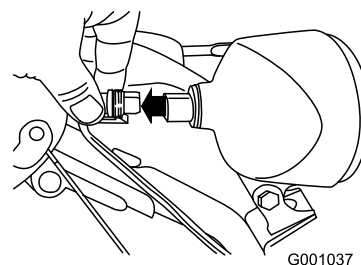

Рисунок 52
1. Снимите соединитель с тыльной части фары (Рисунок 52).